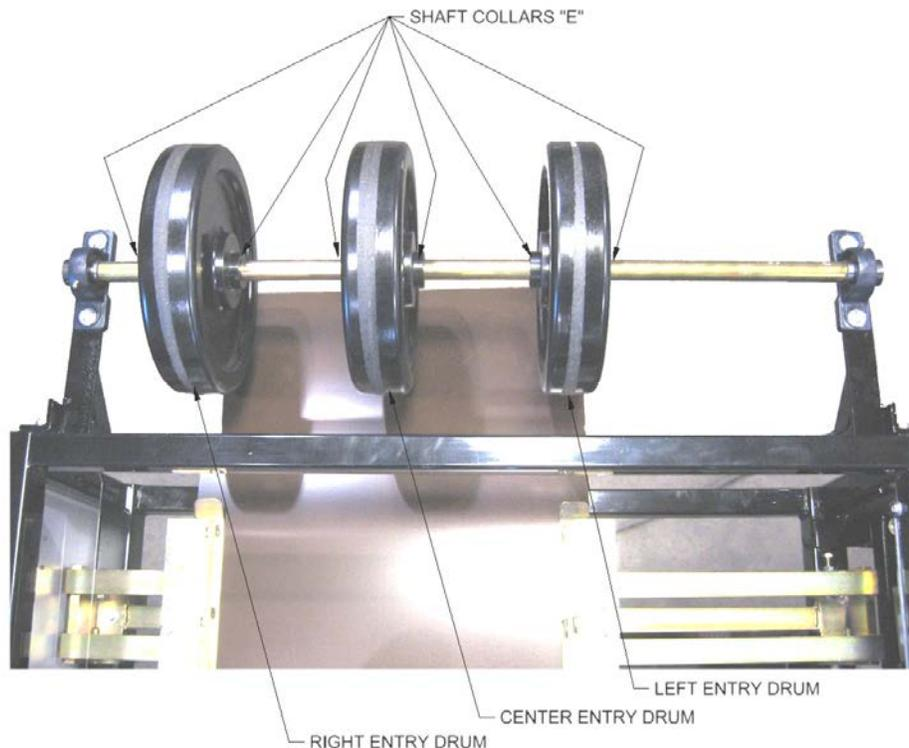

Ilustración 32: Tambor de Entrada
1. Usando una llave Allen de 3/16", afloje los collarines del eje "E" en cualquiera de los lados del tambor de entrada. (Ilustración 32)